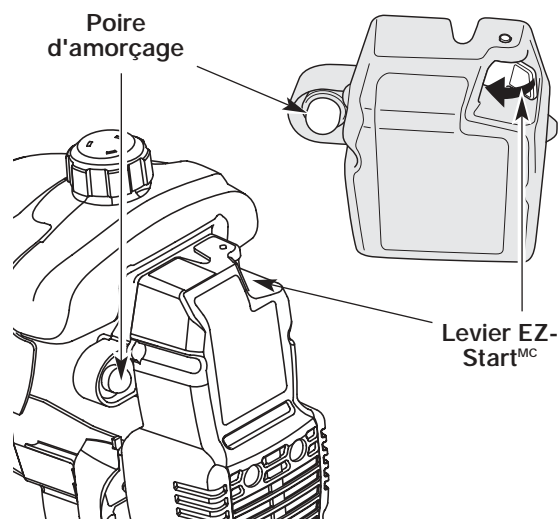

Fig. 17
3. Pressez et relâchez la poire d'amorçage à 10 reprises, lentement. Une certaine quantité de **carburant devrait être visible dans la poire d'amorçage** et les conduites de carburant (Fig. 17). Si vous n'apercevez pas de carburant dans la poire, pressez et relâchez la poire autant de fois que nécessaire jusqu'à ce que vous aperceviez du carburant dans cette dernière.
4. **Faites pivoter le Levier EZ -Start^{MC} vers la poire d'amorçage** jusqu'à ce qu'il clique et se verrouille en place (Fig. 17).